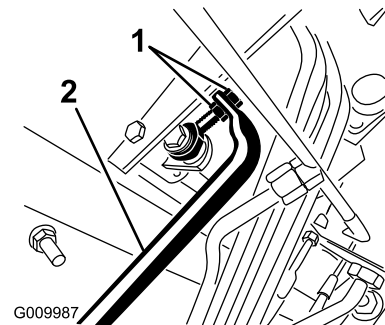

Figure 90
4. Réglez les écrous de blocage à l'extrémité de la tige de la pompe pour avancer le tube de commande et éliminer le déplacement en marche avant ou le reculer et éliminer le déplacement en marche arrière (Figure 90).